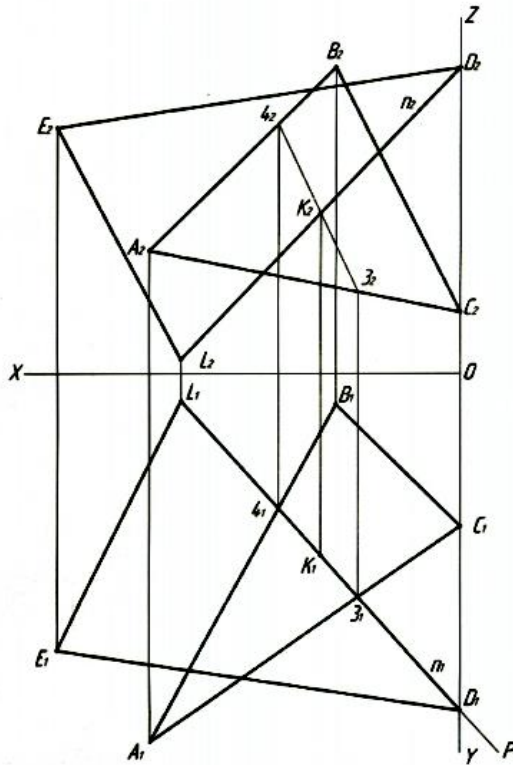

Рис. 3. Построение точки K — точки встречи перпендикуляра n с плоскостью $R(ABC)$ и нахождение точки L
3. Построить точку K — точку встречи перпендикуляра n с плоскостью $R(ABC)$ [$K = n \cap R(ABC)$]. Завершить построение треугольника DEL , построив точку L . Точка L принадлежит перпендикуляру n [$L \in n$]. Точка D симметрична точке L относительно плоскости $R(ABC)$ [$DK \cong KL$] (рис. 3).
Получив точку K , мы можем построить точку L . Так как, точка D симметрична точке L относительно плоскости треугольника ABC , то откладываем $KL = DK$. Сначала строим горизонтальную проекцию L_1 , а затем с помощью ЛПС находим фронтальную проекцию L_2 или наоборот (рис. 3).